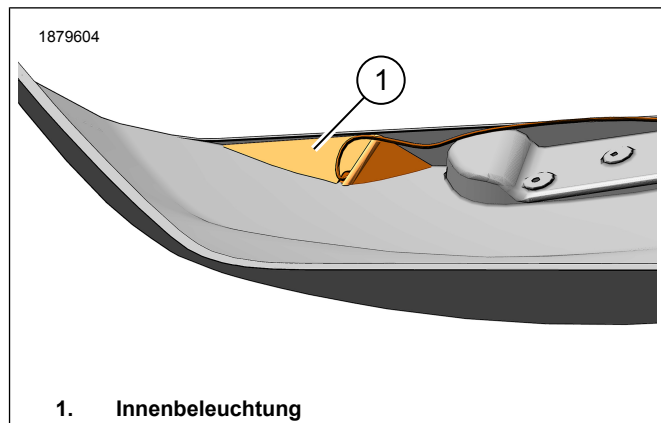

Abbildung 6. Seitenkoffer-Innenbeleuchtung, links
7. Abbildung 6 Die Innenbeleuchtung (1) probeweise ausrichten und einbauen.